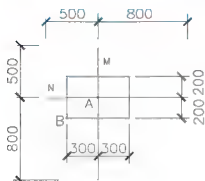

图 2.148 绘制矩形
- (1) 按图 2.148 所示尺寸绘制 M 和 N 线。
- (2) 绘制 600mm × 400mm 矩形。